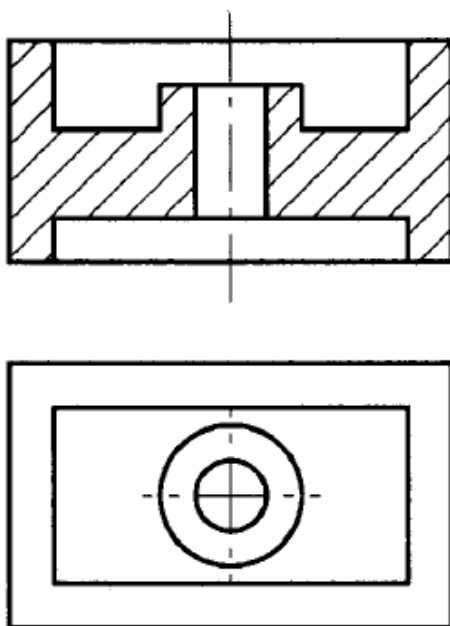

Рис.2 Фронтальный разрез
- Горизонтальный (рис.2);
1. **Фронтальный разрез**- секущая плоскость параллельна фронтальной плоскости проекций. Разрез можно поместить на фронтальную проекцию Рис.2.